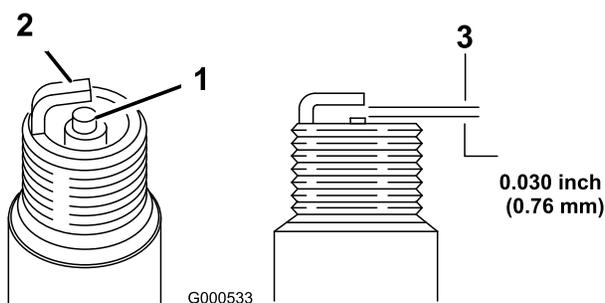

Figura 29
5. Impostate la luce sul tappo a 0,76 mm (Figura 29).